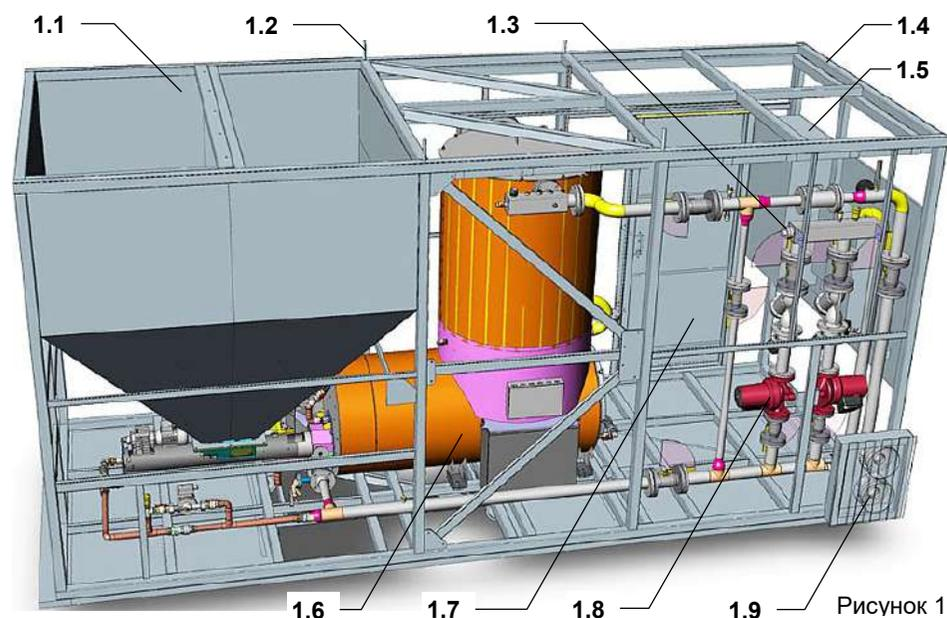

Рисунок 1
3. Котельные присоединяются к теплотрассе с помощью фланцев, их типоразмер зависит от общей мощности БМК. В одиночных котельных фланцы расположены на боковой стенке модуля (рис. 1, 4), в БМК они выведены вниз через дно.